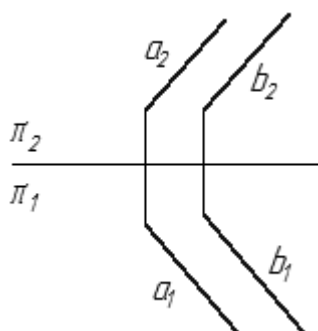

Рисунок 10 – Параллельные прямые
**Задание 13.** Определить расстояние между параллельными прямыми (рисунок 10).